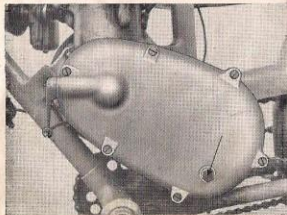

Abb. 5
11. Von Zeit zu Zeit sind alle mit Schmiernippeln versehenen Stellen (Vorderradgabel, Vorderradnabe, Hinterradnabe) gut durchzuschmieren (man verwende hierfür ein Qualitätsschmiermittel, wie SHELL Hochdruckschmierfett Rot. (Shell High Pressure Grease Red). Ferner ist in das Vorgelegegehäuse nach Entfernen der Ölstandschraube (siehe Abb. 5) ein Qualitätsöl wie